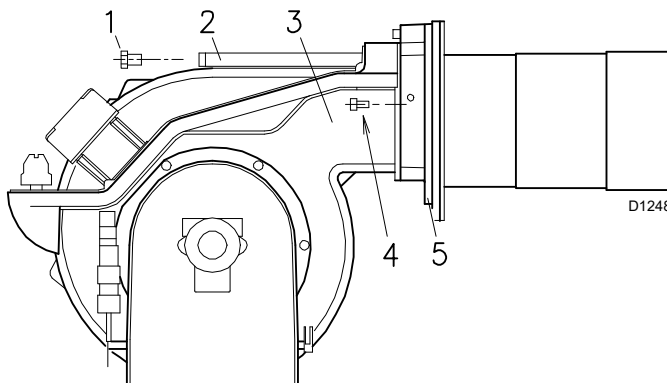

Abb. 10
Anschließend den Brenner 3) (Abb. 10) auf den Führungen 2) montieren und bis zum Flansch 5) schieben, **ihn dabei leicht angehoben halten, um Behinderungen zwischen der Scheibe für die Flammenstabilität und dem Flammrohr zu vermeiden.**
Die Schraube 4) (Abb. 12) so lange drehen, bis von der Kurve (F) angegebene Kerbe (Abb. 13) mit der vorderen Fläche des Flanschs 5) (Abb. 10 Seite 12) zusammenfällt.